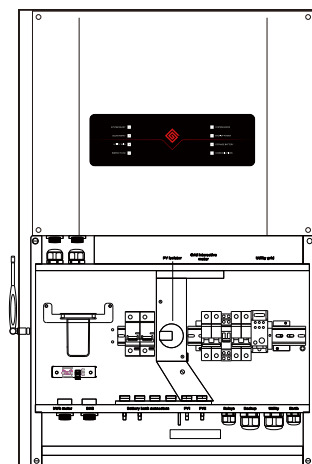

图7: 安装逆变器
- 将天线拧入逆变器左侧的 SMA 连接器, 如图 7 所示。